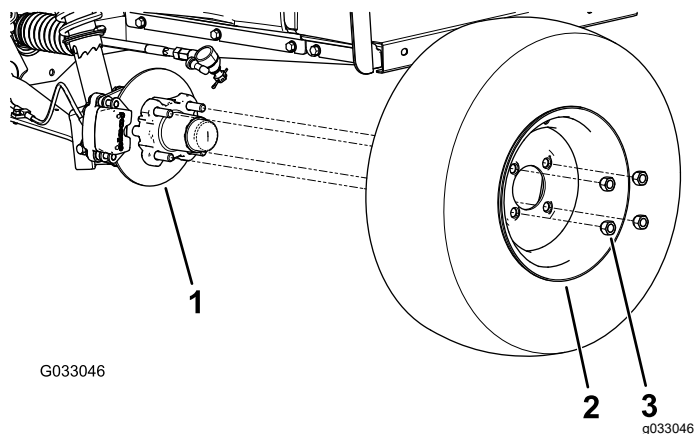

Figura 25
2. Togliete i 4 dadi a staffa che fissano la ruota al mozzo (Figura 25).
4. Allineate i fori sulla ruota ai prigionieri del mozzo e montate la ruota sul mozzo con lo stelo della valvola rivolto all'esterno (Figura 25).
5. Fissate la ruota al mozzo utilizzando i dadi per le ruote (Figura 25).